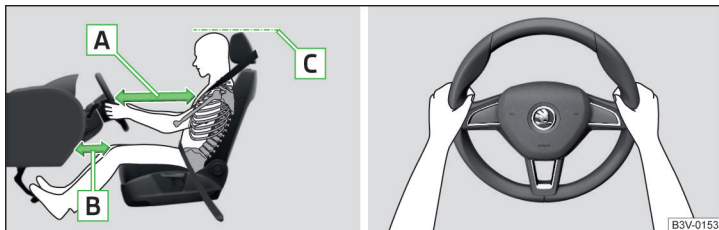

Fig. 15 Posición de asiento correcta del conductor / Posición correcta del volante
- ✓ Ajuste el asiento del conductor longitudinalmente de forma que la distancia de las piernas hasta el tablero de instrumentos en la zona del airbag de rodillas sea al menos de 6 cm » **fig. 15 - [B].**
- ✓ Ajustar el volante de tal modo, que la distancia entre el volante y el esternón sea, como mínimo, 25 cm » **fig. 15 - [A].**
- ✓ Ajuste el reposacabezas de tal modo que el borde superior del mismo se encuentre a ser posible a la misma altura que la parte superior de su cabeza (no es válido para los asientos con reposacabezas integrado) » **fig. 15 - [C].**
- Durante la conducción, sujete el volante con ambas manos por el borde exterior de los lados en las posiciones de las "9" y "3" horas » **fig. 15.** No sujete nunca el volante en la posición de las "12 horas" o de cualquier otro modo (p. ej., en el centro, en el borde interior del volante, etc.). De lo contrario puede generarse lesiones graves en los brazos, manos y la cabeza cuando se activa el airbag.
- ✓ Ajuste el reposacabezas de tal modo que el borde superior del mismo se encuentre a ser posible a la misma altura que la parte superior de su cabeza » fig. 15 de la pág. 20 - **C** (no es válido para los asientos con reposacabezas integrado).
- ✓ Ajustar el reposacabezas de tal modo, que el borde superior del mismo se encuentre de ser posible a la misma altura que la parte superior de la cabeza » fig. 15 de la pág. 20 - .